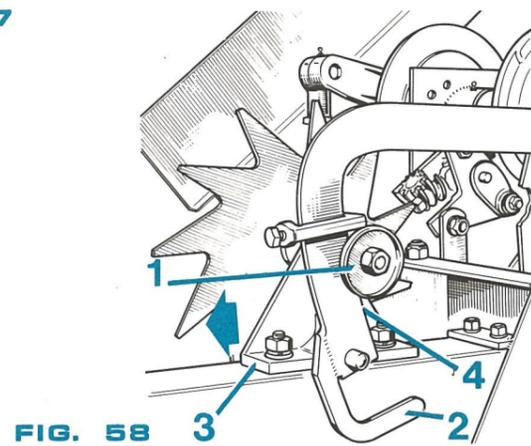

FIG. 58
REGLAGE DU BRAS DE DECLENCHEMENT (fig. 58).
Un patinage éventuel du galet (1) se supprime en déplaçant son support (3) vers l'arrière de la machine (voir fig. 58), des lumières de réglage étant prévues à cet effet, sur le châssis du canal.